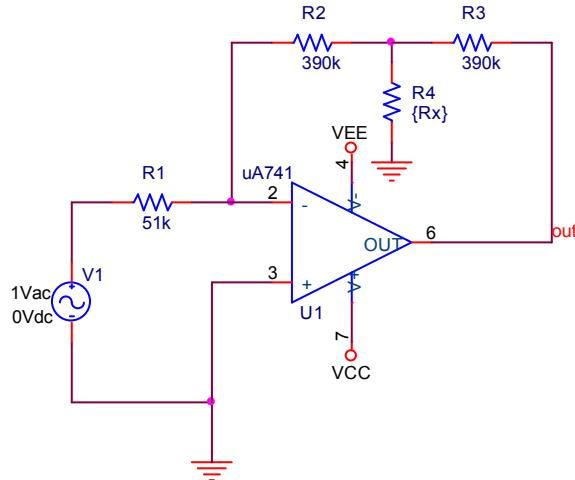

图 8.1.2 T 型网络反相比例电路
8.1.2 在实际应用中，为了使用阻值较小的电阻，达到数值较大的比例系数，并且具有较大的输入电阻，可采用 T 型网络反相比例电路，电路如图 8.1.2。运放工作电压为 $\pm 12V$ 。